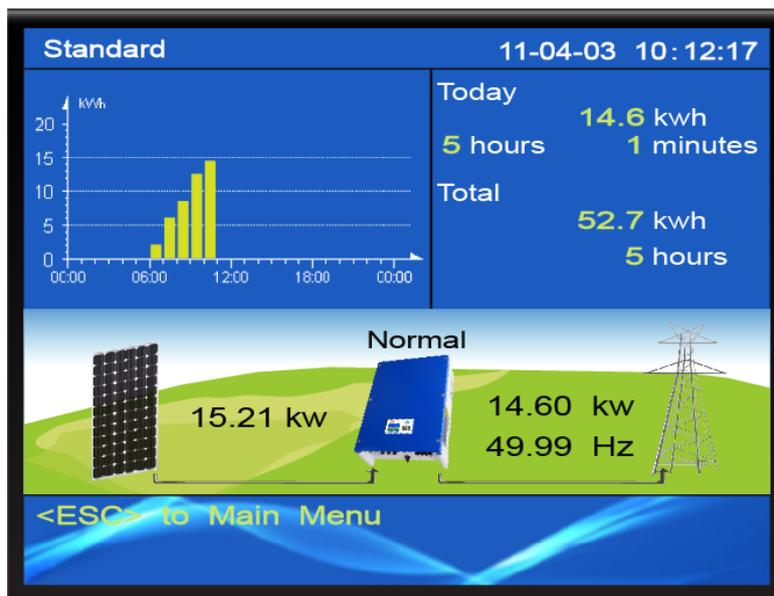

Figura 48: Schermata Iniziale
1) Avviare l'inverter e attendere il caricamento della **Schermata Iniziale**, come in figura 48.